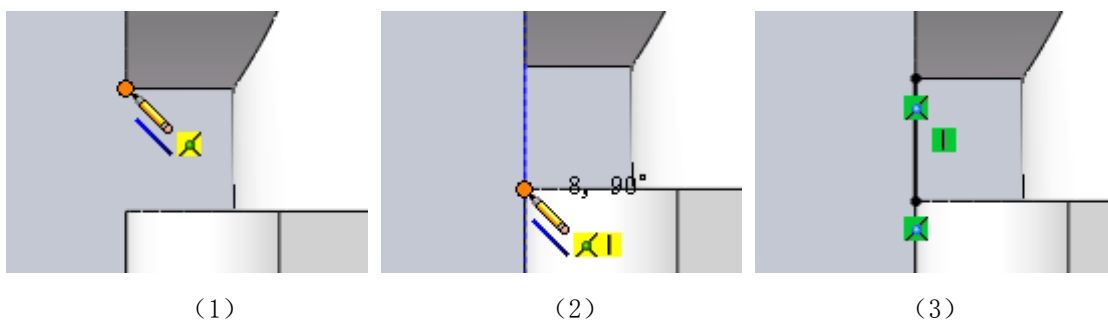

图 1-40 草图绘制
单击“直线”命令图标，以 $\Phi 22$ 的圆柱体左侧端面与草绘平面交线下端点为线段起点（如图 1-40 (1) 所示），底座上表面与草绘平面交线的左侧端点为线段终点绘制直线段（如图 1-40 (2) 所示），结果如图 1-40 (3) 所示。